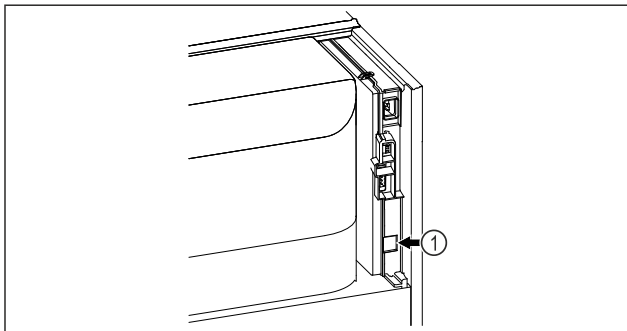

Fig. 125
- Το SmartModule Fig. 125 (1) είναι τοποθετημένο.